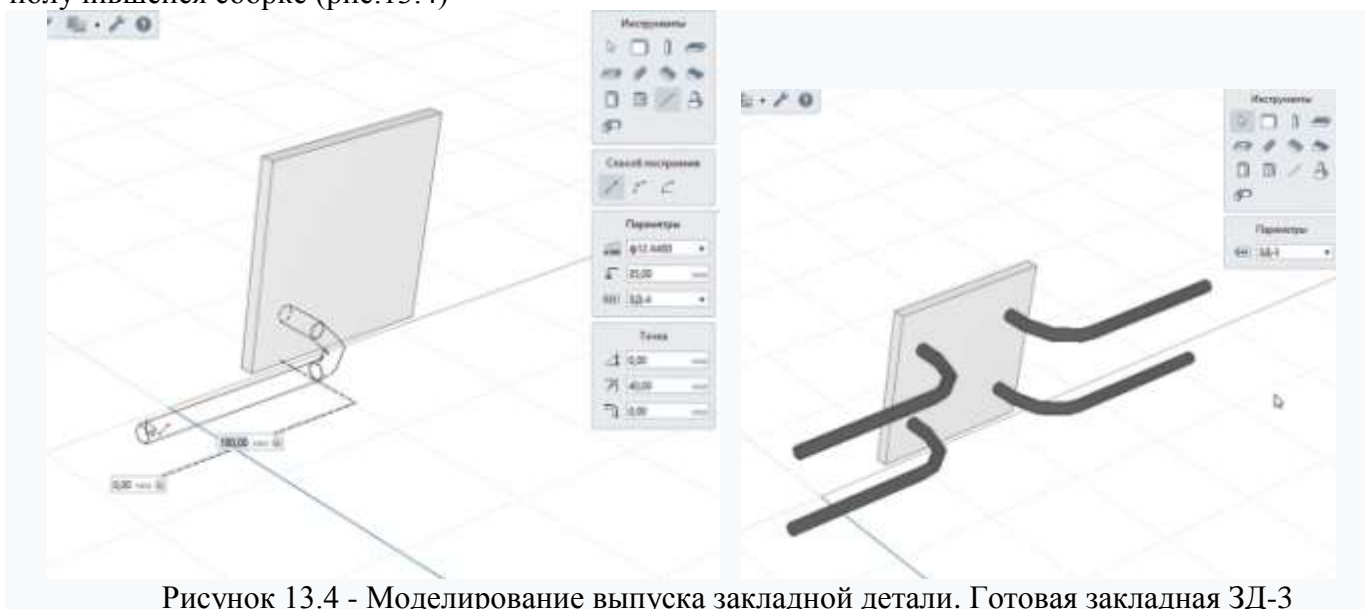

Рисунок 13.4 - Моделирование выпуска закладной детали. Готовая закладная ЗД-3
5. Переход к арматурным стержням. Необходимо добавить арматурные стержни в окне *Арматурные изделия* (рис.13.4). Делается это аналогично добавлению любых других свойств и стилей. Процесс создания арматурного стержня вручную ничем не отличается от моделирования прочих элементов. Затем с помощью копирования создаем еще три стержня и задаем марку ЗДЗ получившейся сборке (рис.13.4)